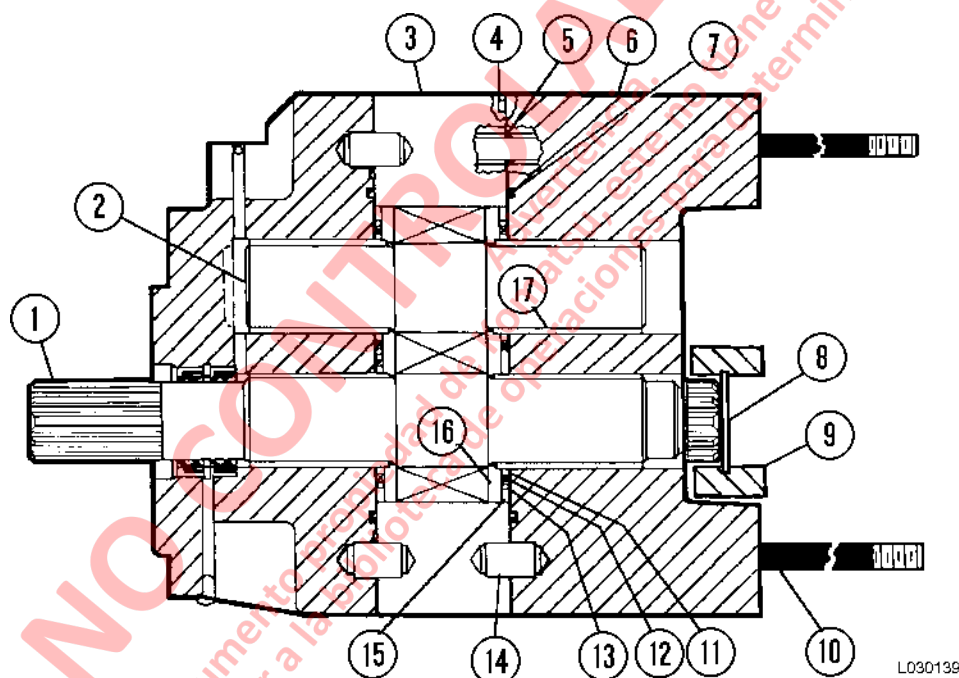

FIGURA 3-14. REARMADO DE LA BOMBA DE IZAJE
15. Monte los anillos de acero (11, Figura 3-14), el anillo de respaldo (12), el O-Ring y el retén (13). Monte la placa de aislación con su alivio hacia la placa de presión.
16. Lubrique e instale O-Rings del pasador pasante (5) y el O-Ring de la placa del conector (7). Instale el pasador (14) si se sacó. Lubrique el diámetro interno de los rodamientos (17) y monte la placa del conector (6). Monte el anillo de retención (8) y el acoplamiento (9).